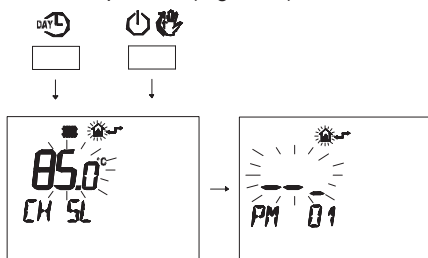

Fig. 5.78
- Premere contemporaneamente i pulsanti  $\text{DAY}$  e  $\text{ON}$  per entrare nella programmazione trasparente (Fig. 5.78).